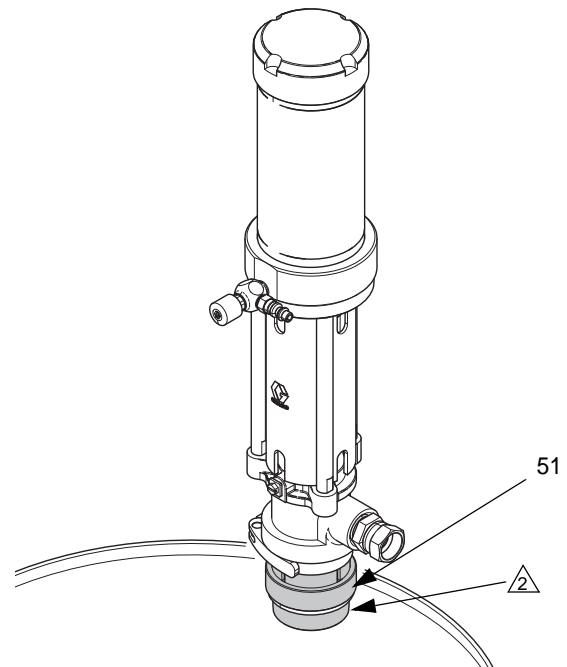

FIG. 7
4. Lubrique el diámetro interno del adaptador del orificio roscado y las roscas de montaje. Compruebe que la junta de estanqueidad esté en su sitio y atornille firmemente el adaptador de orificio (51) en el orificio roscado del tambor. Inserte la bomba a través del adaptador y bloquéela en su sitio. Consulte FIG. 7.